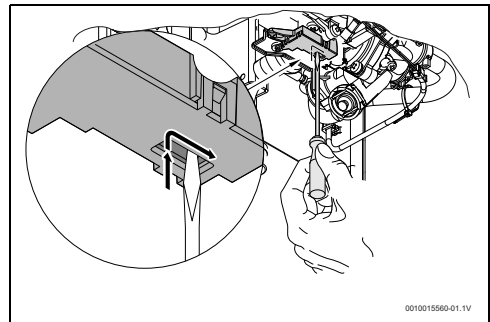

Bild 26 Rücksetzen des Mikroschalters
- ▶ Mikroschalter gemäß Abb. 26 positionieren.